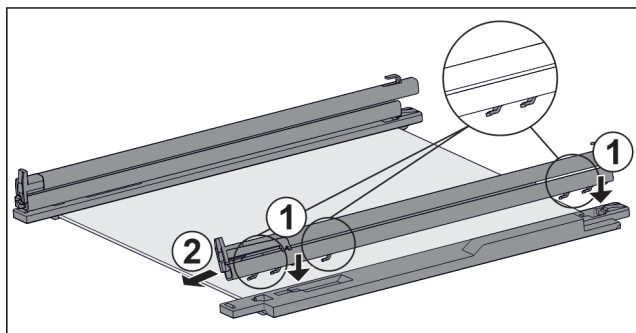

Fig. 46 Sklenená doska s koľajničkami a prídržnými dielmi
- ▶ Nasadte háky koľajničky na otvory **ľavého** prídržného dielu. Fig. 46 (1)
- ▶ Potiahnite koľajničku dopredu. Fig. 46 (2)
- ▶ Nasadte háky koľajničky na otvory **pravého** prídržného dielu. Fig. 46 (1)